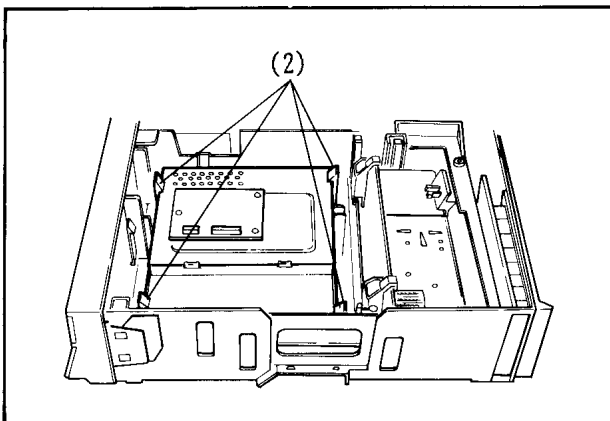

Abb. 4-5 Digital-Verarbeitungs-Schaltkreis-Leiterplatte
- 4) Drei (3) Schrauben lösen und die Regler-Leiterplatte herausnehmen.
5. Digital-Verarbeitungsschaltkreis-Leiterplatte (Abb. 4-5)